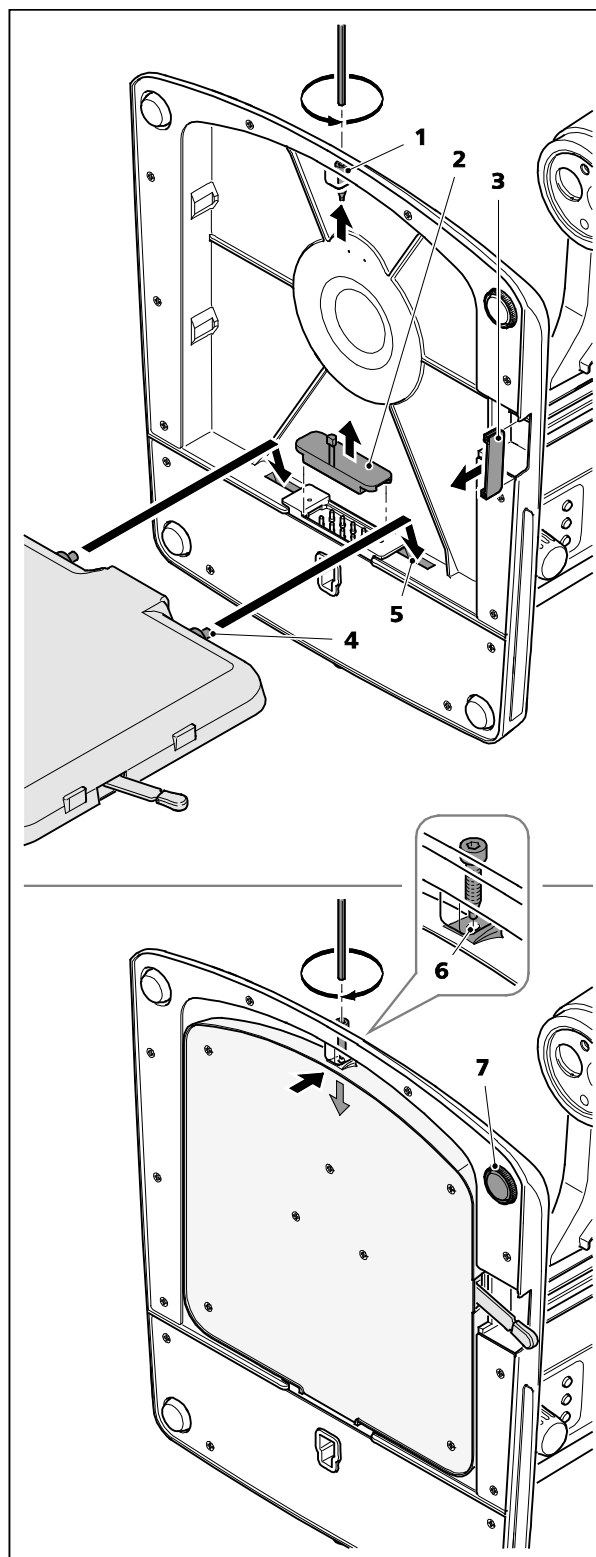

Рисунок 2 Монтаж светлопольного модуля проходящего света «M LED»
- Выкрутить винт с внутренним шестигранником SW 3 (рисунок 2/1) и положить его в сторону.
- Удалить защитные колпачки (рисунок 2/2 а 3).
- Вставить модуль проходящего света так, чтобы оба штифта (рисунок 2/4) вошли в выемки (рисунок 2/5) на нижней стороне штатива.
- Вкрутить винт с внутренним шестигранником SW 3 в резьбовое отверстие (рисунок 2/6) штатива до тех пор, пока вершина винта не войдёт в отверстие модуля проходящего света.
- Вернуть штатив в вертикальное положение. При необходимости отъюстировать основание штатива так, чтобы штатив устойчиво разместился (рисунок 2/7).